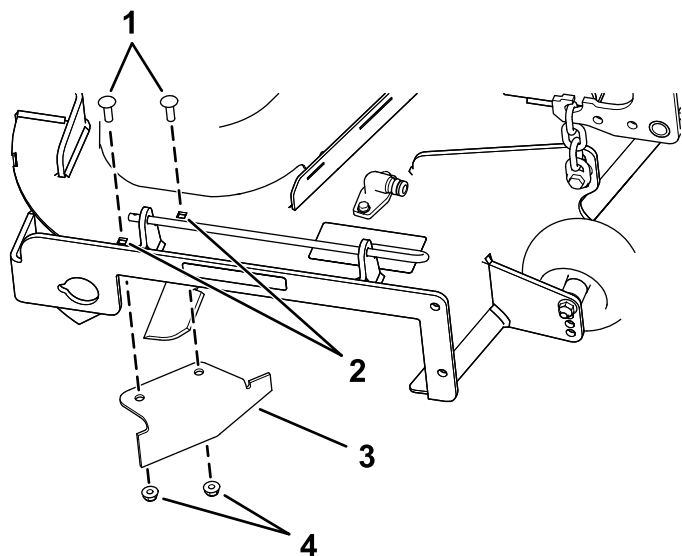

Bild 33
9. Suchen Sie das Versatzablenkblech in den losen Teilen und entfernen Sie die Befestigungen in den hinteren Löchern der Auswurfplatte (Bild 33).